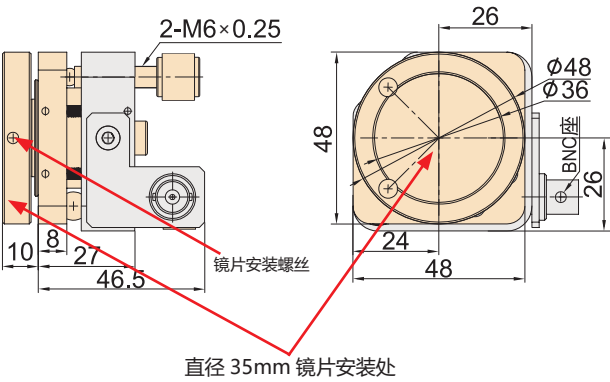

图 4 镜片安装意图
3、如图 4 虚线处安装镜片，适当拧紧镜片安装螺丝以确保定位精度；